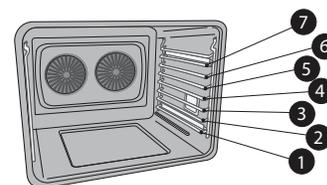

Figure 19 : Positions des grilles
5. Au bout de 2 minutes, placez les aliments dans le four aux positions de grille (**Tableau 3**) et (**Figure 19**) recommandées. Assurez-vous de placer les plats contenant de la viande directement sous l'élément de gril et de fermer la porte du four lors de la cuisson au gril.